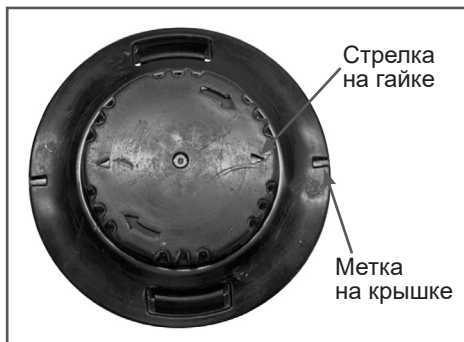
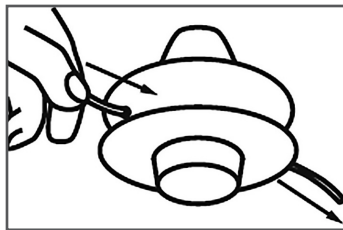

Рис.12 Совмещение стрелок и меток
Рис. 13 Установка корда
2. Отрежьте корд длиной примерно 5 м. Совместите стрелки на гайке с метками на крышке (Рис. 12). Проденьте корд через триммерную головку (Рис. 13). Концы корда с двух сторон должны быть примерно одинаковой длины.